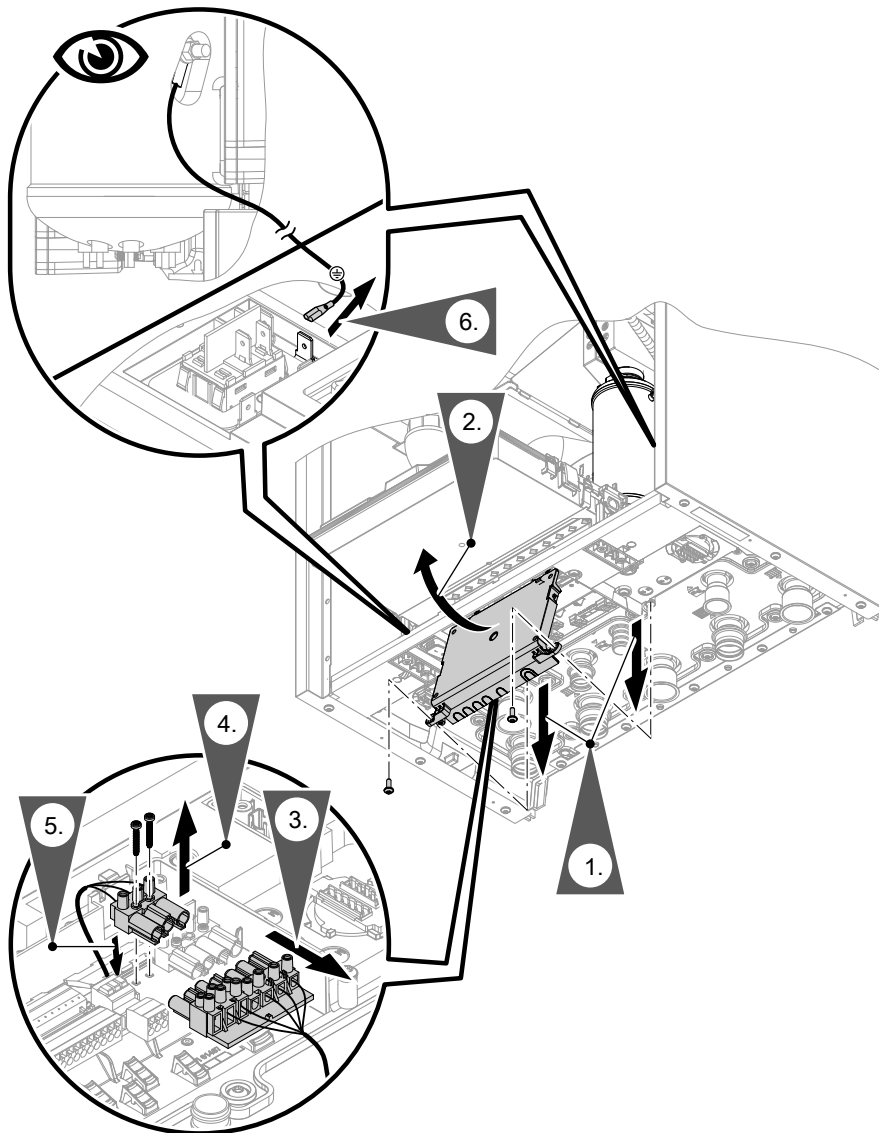

Abb. 104
- Anschlüsse Heizwasser-Durchlauferhitzer: Stecker der Netzanschlussleitung: Siehe Kapitel „Netzanschluss Heizwasser-Durchlauferhitzer“ und Abb. 104.